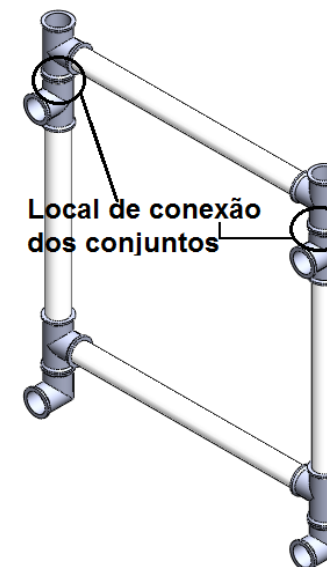

Figura 45. Montagem Final – Passo 18
- Passo 18: Junte o conjunto montado no passo 16 com o conjunto montado no passo 17, como mostrado na figura 45 (1 unidade);